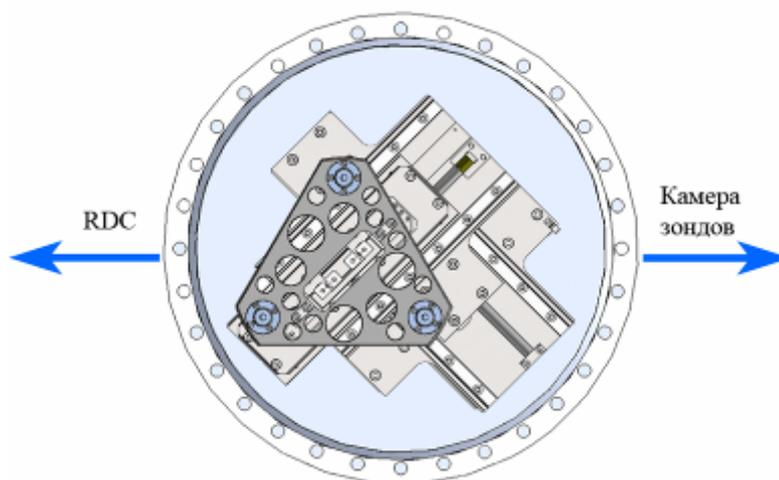

Рис. 5-12. Положение координатного стола перед перегрузкой зондовой головки
2. Переместите платформу позиционирования по обеим координатам максимально близко к модулю RDC, как показано на Рис. 5-12, с помощью кнопок , ,  панели **XY control**.